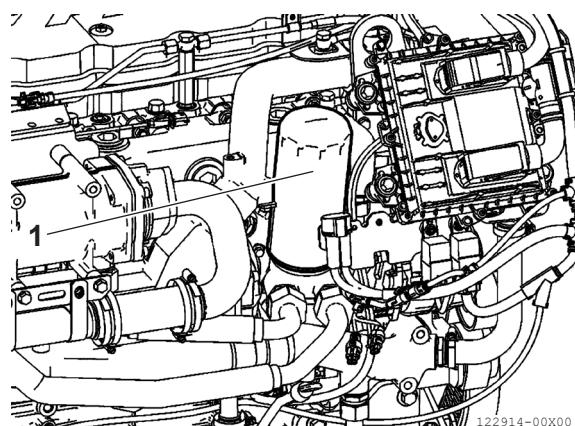

Figura 8
- Coloque un recipiente debajo del soporte del filtro (**Figura 8 [1]**) para recoger el aceite usado.